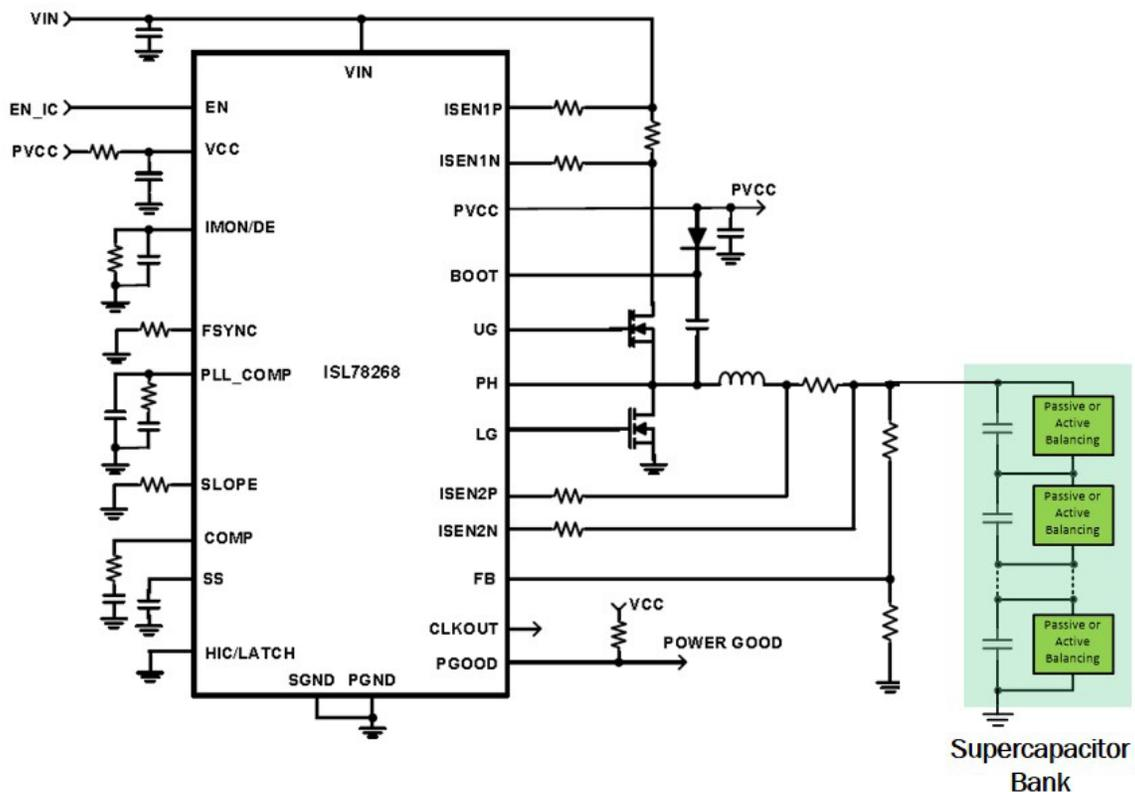

Bild 3: Vereinfachtes Schema eines synchronen Buck-Wandlers für CICV-SC-Laderegung
Bild 3 zeigt das vereinfachte Blockdiagramm mit Intersils ISL78268, der einen synchronen Buck-Wandler für die CICV-Regelung ansteuert. Um eine SC-Bank mit CICV-Regelung auf 25 V zu laden, wurden folgende Funktionen bei der Wahl des Controllers berücksichtigt:
3. Genaue Strommeseingänge für den CI-Anteil, die über den Versorgungsspannungen des Systems arbeiten. Nach Bild 3 erfasst der Controller den Konstantstrom der Spule, der gleichzeitig der Ladestrom ist. Der Strommessverstärker des Controllers muss der Gleichtaktspannung widerstehen, die in diesem Fall 25 V beträgt.